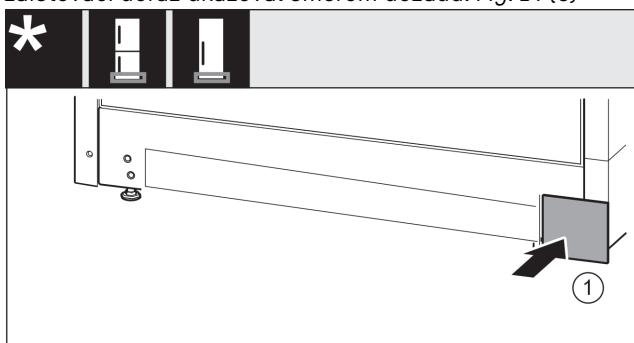

Fig. 15
- Kryt opäť nasadťte na druhú stranu. Fig. 15 (1)